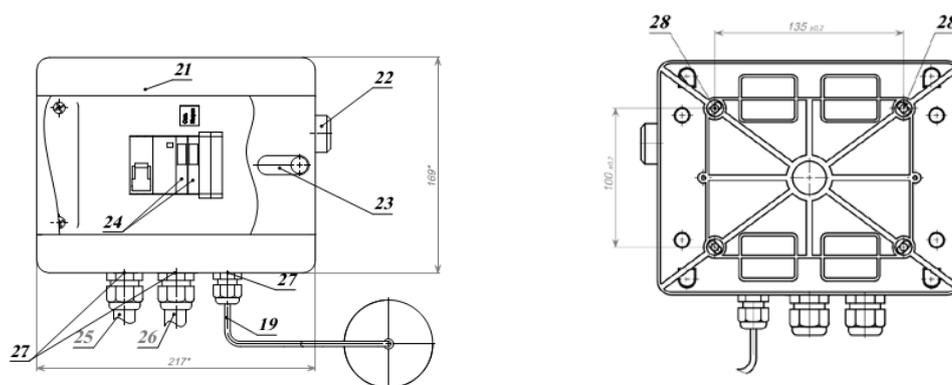

Рисунок 1. Аквадистилляторы электрические ДЭ–М
4.1. Принцип действия аквадистиллятора основан на конденсации отсепарированного пара. Основными частями изделия являются: испаритель 9 с сепараторами 10, конденсатор 8, электронагреватели 11, уравниватель 17, датчик 7 с выключателем бесконтактным 6, основание 15 и электрощит 21 (рис.1). В испарителе вода нагревается электронагревателями до кипения. Образующийся пар поступает через сепараторы в конденсатор, конденсируясь, вытекает в виде дистиллята через ниппель 1. Водопроводная вода непрерывно подается через штуцер 12 в конденсатор и по трубке 5 через уравниватель поступает в испаритель. Испаритель заполняется водой до установленного уровня. По мере выкипания вода будет поступать в испаритель частично, основная же ее часть через отвод 14 будет сливаться в канализацию.
- включение аппарата без установленного датчика 7 (см. рис.1)
- 6.12.1. ДЭ-25М; ДЭ-10М: подключите электрощит 21 к сети 380В переменного тока, через автоматический выключатель, с помощью сетевого кабеля 25 (фазные проводники L1 L2 L3) (см. рис. 1), желто-зеленая жила подключается к заземляющему проводнику (PE), а голубая нулевая жила подключается к нулевому рабочему проводнику (N).
- 6.12.2. ДЭ-4М: подключите электрощит 21 к сети 220 В переменного тока через автоматический выключатель с помощью сетевого кабеля 25 (см. рис. 1) Жила А - подключается к нулевому
6.13.2. ДЭ-10М: подсоедините фазные жилы подводящего провода 26 от электрощита к зажимам 1, 3, 6, нулевую жилу (голубого цвета) к зажиму 2, а земляную жилу (желто/зеленого цвета) к зажиму «земля» (рис.1; 2.2 и таблицы 3.2.).
6.14.Снимите с датчика 7, подключенного к электрощиту, крышку и проверьте ход поплавка на выключателе бесконтактном 6. Установите крышку на датчик 7. Установите датчик 7 на аквадистиллятор. (см. рис.1)